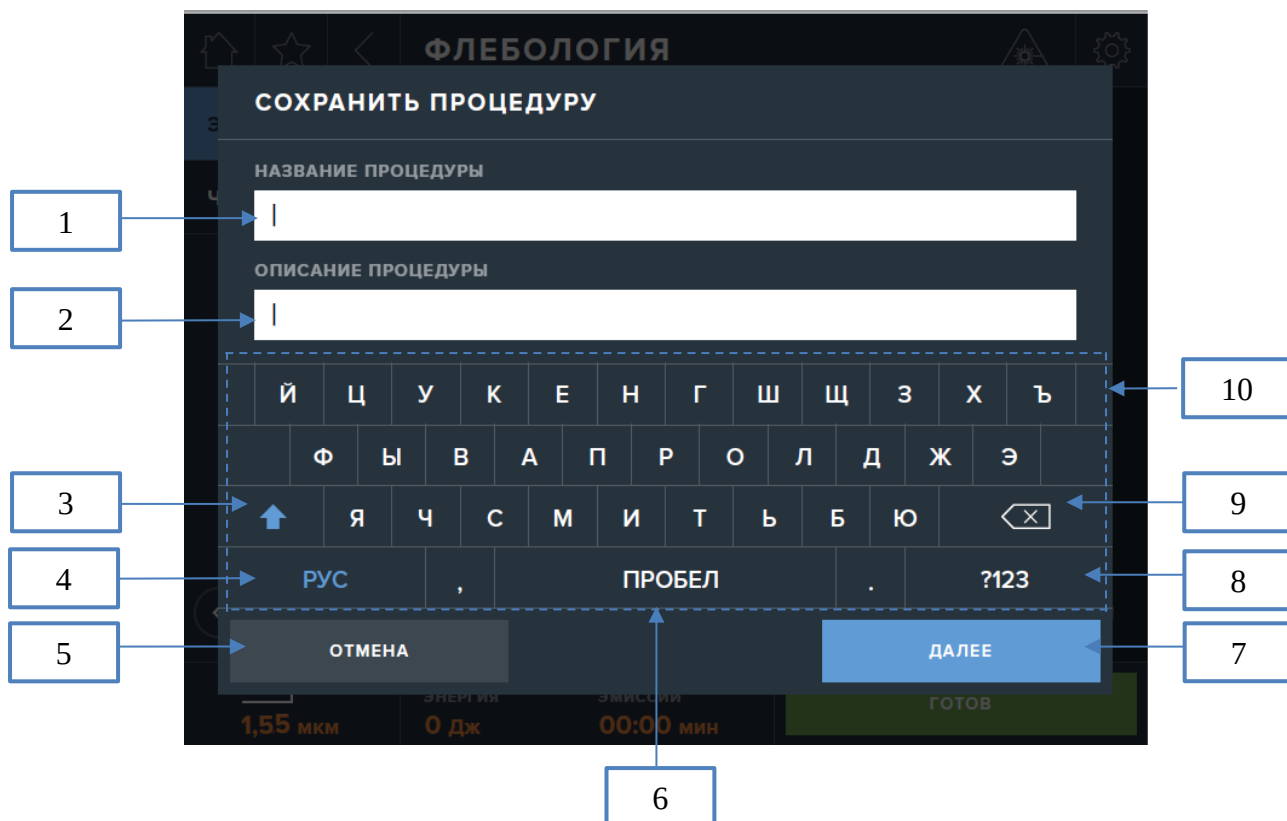

Рис. 18. Экран сохранения пользовательского режима.
В открывшемся окне (рис. 18) необходимо ввести название процедуры (1) и описание процедуры (2) с помощью экранной клавиатуры (10), имеющей следующие клавиши:
- изменение регистра вводимых букв (3);
- изменение языка вводимых букв: русский/английский (4);
- добавление интервала между символами (6);
- переключение клавиатуры на цифровую – символьную клавиатуру (8);
- удаление последнего введенного символа (9).